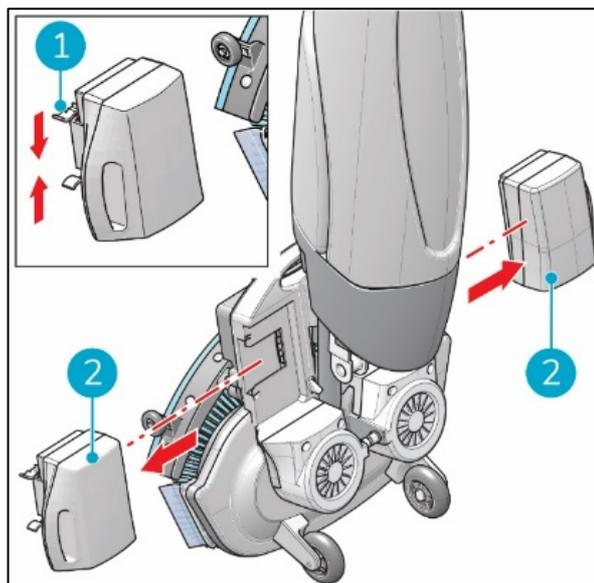

Abbildung 23
3. Drücken Sie die beiden Kunststoffflaschen aufeinander zu (Figure 23, Pos. 1) und ziehen Sie die Akkus aus dem Gerät (Figure 23, Pos. 2).